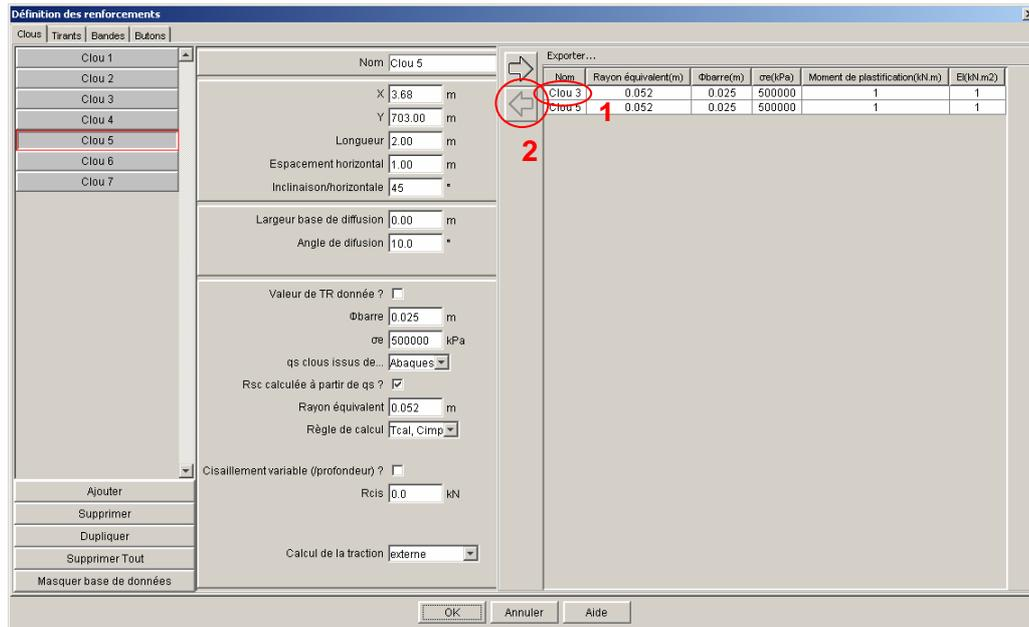

Figure 72 : accès à la base de données des renforcements depuis la boîte de dialogue des caractéristiques des renforcements
- depuis la fenêtre de définition des caractéristiques des renforcements (chapitre 4.5.3): en cliquant sur le bouton "Afficher base de données" (remplacé alors par le bouton "Masquer la base de données") : une nouvelle liste apparaît alors à droite de la fenêtre (Figure 72). Il s'agit de la base de données "générale" des renforcements, partagée entre tous les projets.